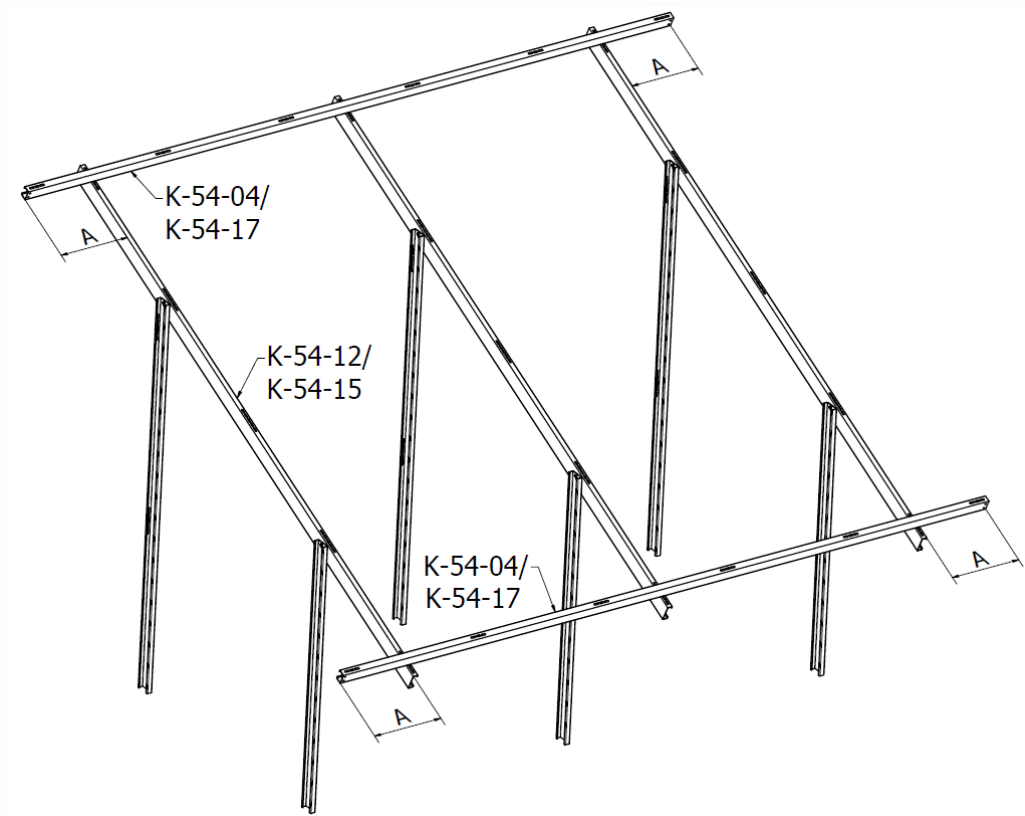
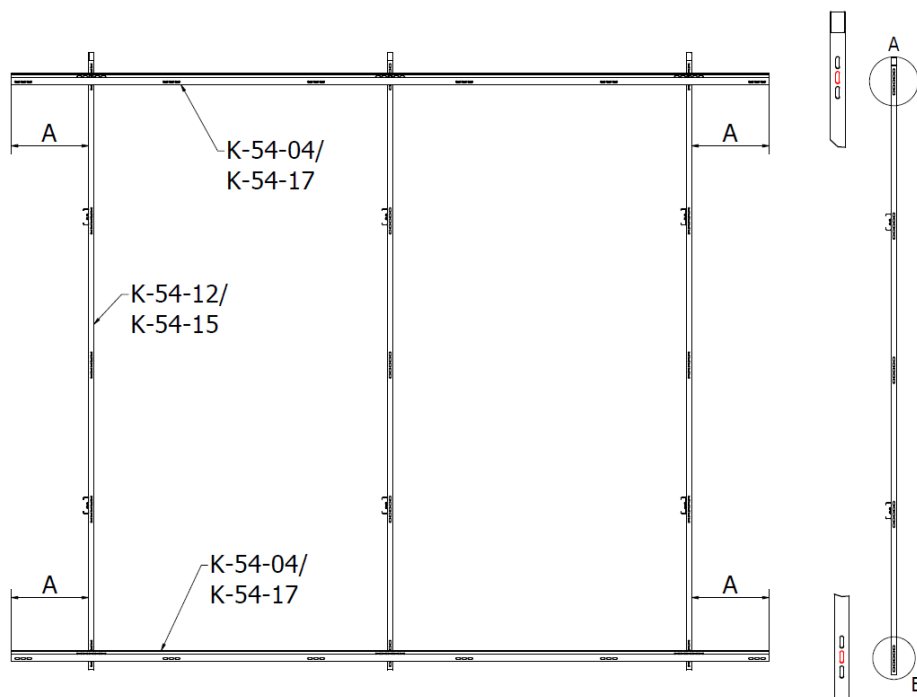

ABB.11 Montage des obersten Balkens, Ansicht I
ABB. 12 Montage des obersten Balkens, Ansicht II
9. Der nächste Schritt besteht darin, den obersten Balken so zu verschrauben, dass der Abstand, um den der Balken von beiden Seiten der Struktur über den Sparren hinausragt, dem der zuvor angeschraubte, unterste Balken entspricht Abb. 11 und Abb. 12.